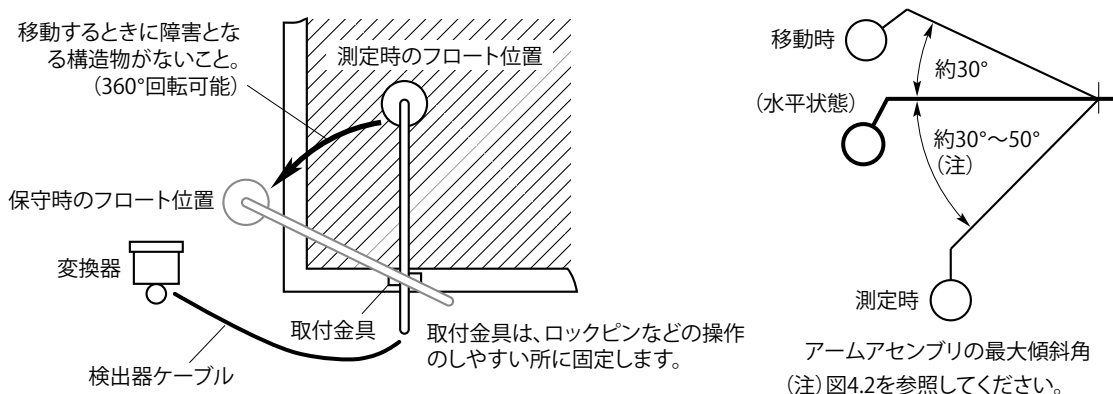
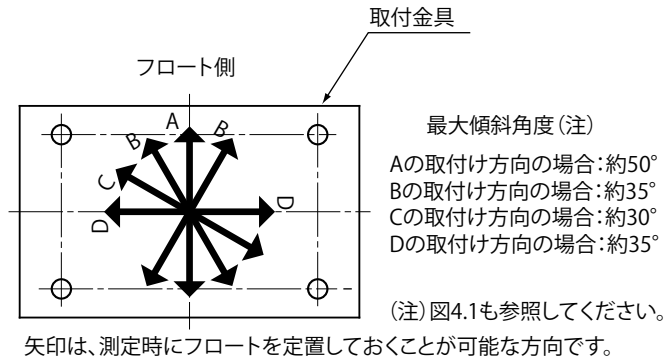

図 4.1 「PB350G 傾斜形フロートホルダ」据付け場所の概念図
図 4.2 アームアセンブリの最大傾斜角度 (フロート側、測定時)
- **測定液の液面変動に対し、アームアセンブリが水平～30°（最小）、50°（最大）の範囲内の傾斜角で追従できる所（図 4.1 および図 4.2 参照）。**